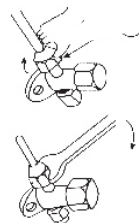

图23
- (2) 将截止阀密封帽拆开。
- (3) 在截止阀与管的喇叭口处涂少许润滑油，然后按图23所示拧紧纳嘴。
- (4) 按图23所示用扳手牢固地将纳嘴扳紧，扭矩力按表(5)规定执行。